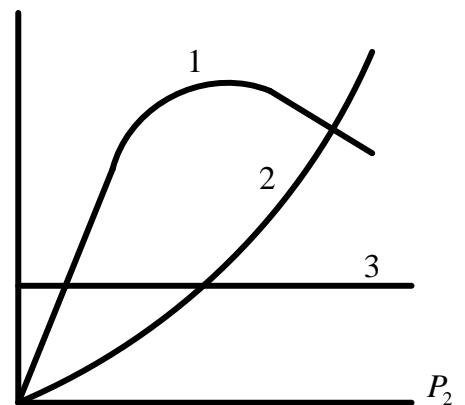

Рисунок 1
3. У залежності від корисної потужності P_2 однофазного трансформатора втрати в осерді ΔP_M , втрати в обмотках $\Delta P_{ел}$ та коефіцієнт корисної дії η змінюються (рис.1) наступним чином: